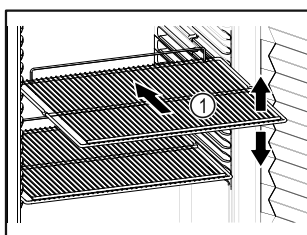

Fig. 58 Примерное изображение
- ❑ Если имеются решетчатые полки Fig. 58 (1), отрегулируйте высоту их установки.